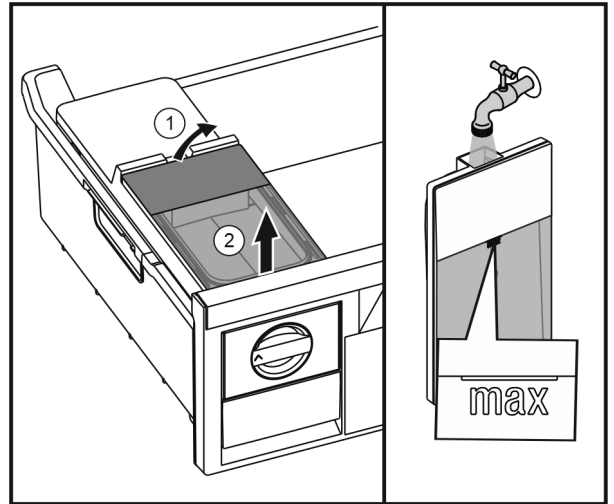

Fig. 38
- ▶ Підняти бак для води ззаду Fig. 38 (1) та виняти вгору Fig. 38 (2).